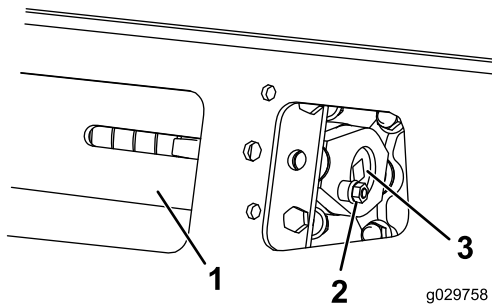

Figura 59
3. Retire el perno de bloqueo, el espaciador y la tuerca (Figura 59).
5. Alinee la muesca más próxima del tornillo tensor con el taladro del perno de bloqueo, y fije el tornillo con el perno de bloqueo y la tuerca (Figura 59).
4. Retire el perno de bloqueo y la tuerca (Figura 59).
5. Usando una llave de carraca de 1/2", alivie la tensión en la oruga girando el tornillo tensor en sentido horario (Figura 59 y Figura 65).